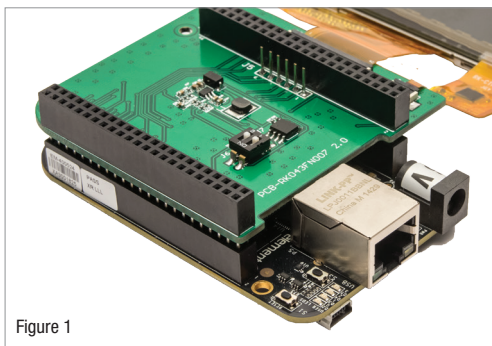

Figure 1
Make sure the connectors are aligned and the Cape is positioned as in Figure 1.
1. Vérifiez que le Beaglebone Black se trouve hors tension, puis raccordez la platine de l'écran LCD 4,3" au BeagleBone Black via les embases d'extension situées sur la partie inférieure de la carte de la platine. Vérifiez que les connecteurs sont alignés et que la platine est positionnée comme illustré à la Figure 1.
1. Wenn Sie das BeagleBone Black vom Netzstrom getrennt haben, schließen Sie das 4,3-Zoll-LCD-Display-Cape über die Erweiterungsstecker an der Unterseite der Cape-Platine an das BeagleBone Black an. Prüfen Sie, dass die Steckverbinder richtig ausgerichtet sind und dass das Cape wie in Abbildung 1 positioniert ist.